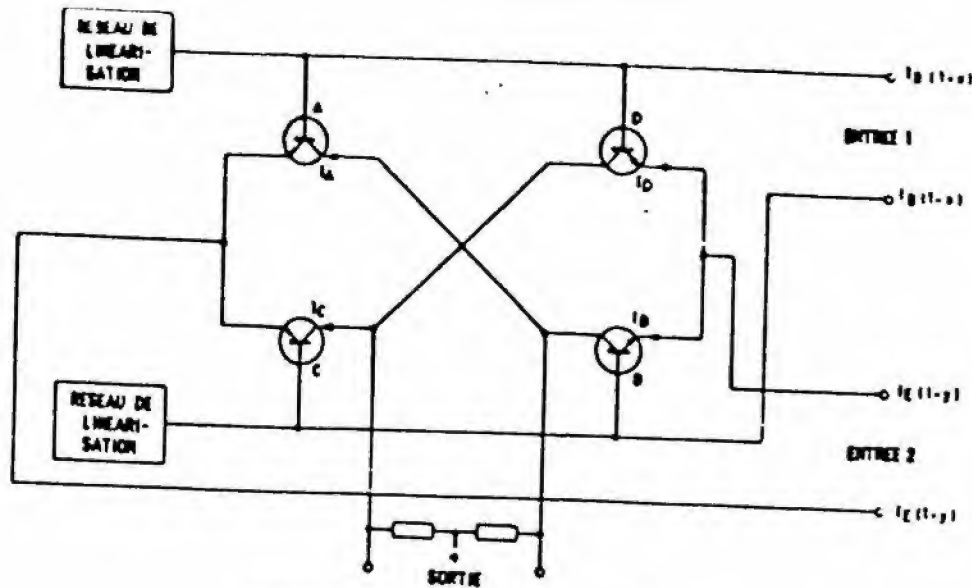

Figure 4.1 Multiplificateur
14. Le multiplicateur utilisé est du type à transconductance linéarisée. Son schéma est donné à la figure 4.1 de la page suivante.